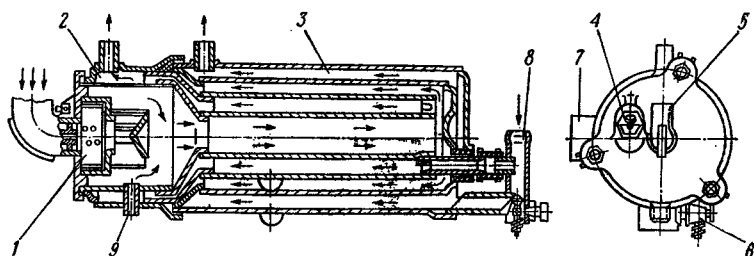

Рис. 101. Схема устройства и работы котла предпускового подогревателя ПЖБ-200Б:
2. Проверьте наличие бензина в топливном баке, если нет — наполните. Убедитесь в отсутствии засоренности дренажного трубопровода 9 (рис. 101) котла подогревателя.